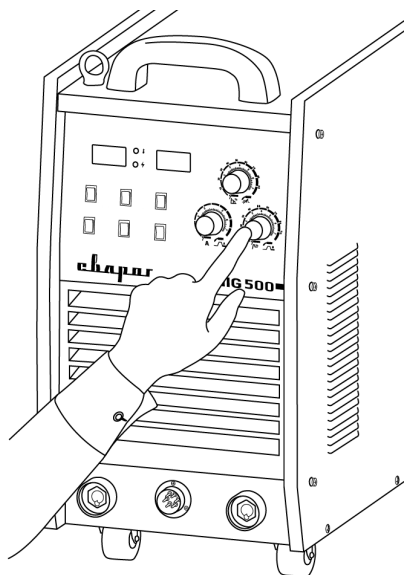

Рис. 10.4. Регулятор горячего старта.
3. Установите значение горячего старта (См. рис. 10.4).